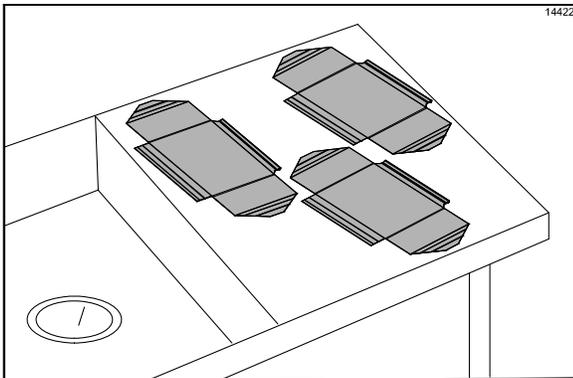

Figura 83
9. Coloque las hojas antiadherentes en una superficie plana limpia hasta que se lleve a cabo la limpieza adicional. **No** doble ni arrugue las hojas ni las coloque sobre objetos puntiagudos. (Vea la figura 83.)